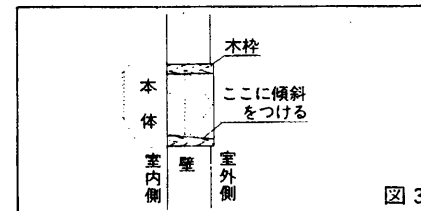

図 3
- 木枠の室外側下部を(図3)のように傾斜させておくと雨水の浸入を防ぎます。